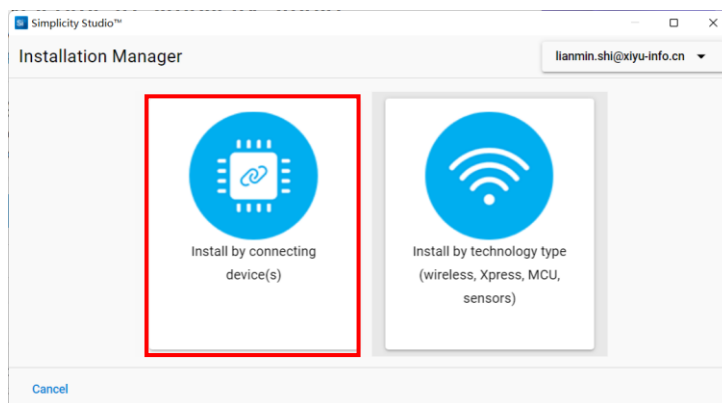

图 9 选择安装方式
然后，安装 Manager (packages)，安装方式有两种：(1) 通过连接的设备安装，本次试用以这种方式安装；(2) 通过技术类型 (无线、Xpress、MCU、传感器等) 安装，如图 9 所示。